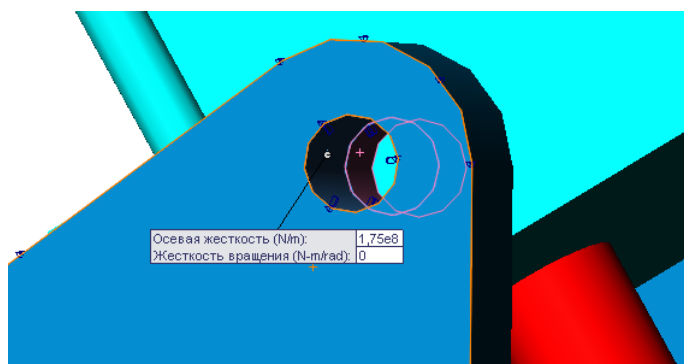

Рисунок 5.6 – Соединения между корпусом исполнительного механизма и монтажным кронштейном
7. Аналогичным образом определите остальные соединения, показанные на рисунке 5.4, а также 2 соединения между корпусом исполнительного механизма и монтажным кронштейном (рис. 5.6).